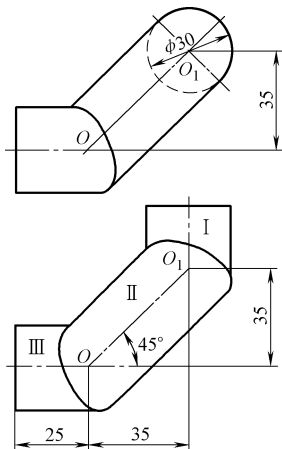

图 3-14
3. 图 3-14 所示为三节变向、变位弯头，试对第Ⅱ节进行展开。